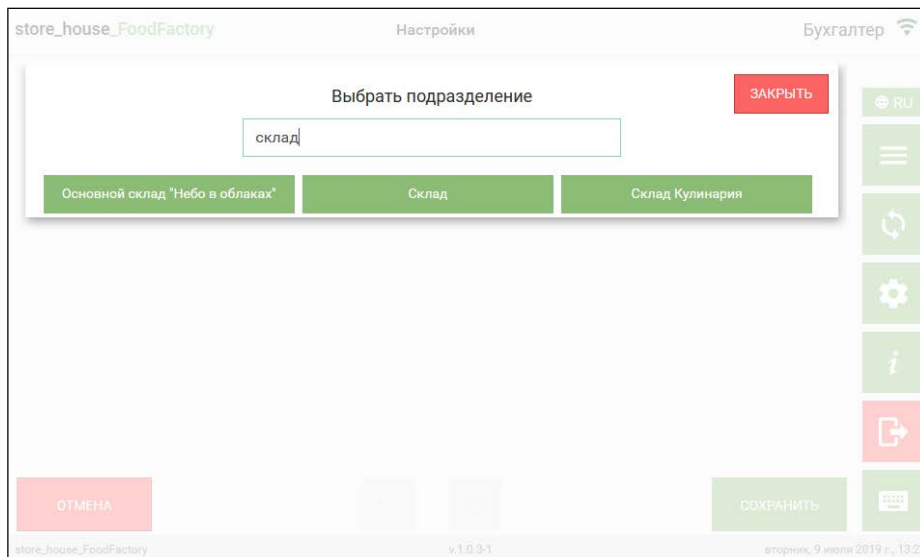

Рис. 56
- ввести часть названия подразделения в строке поиска и выбрать нужное подразделение из отфильтрованного списка (см. Рис. 56).